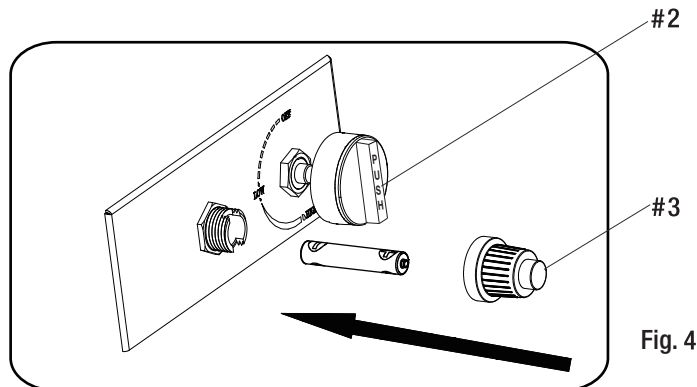

Fig. 4
- Sobre la batería con la tapa de plástico. (Fig.4)